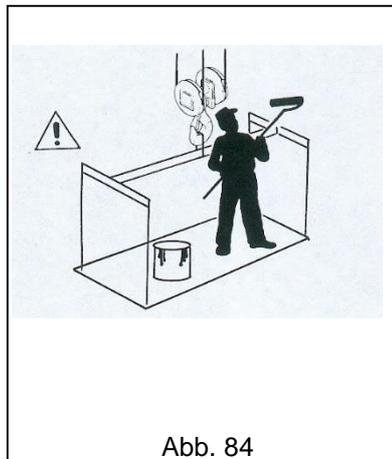

Abb. 84
- **NIEMALS** den Kran für andere als die vorgesehenen Zwecke verwenden. Dazu gehören auch Arbeiten wie z.B. Decken streichen, Lampen auswechseln, Anlagen warten usw. (Abb. 84).